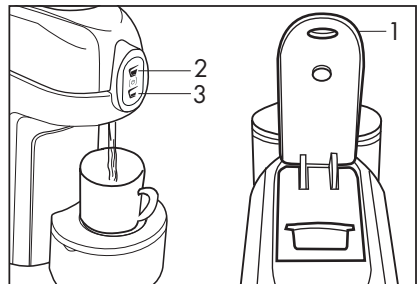

Abb. 8
- Den Hebel (1) ganz schließen, je nach Modell ein Abgabesymbol (2-3) drücken und nach Ihrem Geschmack erneut drücken, um die Entnahme zu stoppen, wenn die gewünschte Menge an Kaffee oder Getränk erreicht ist (**Abb. 8**).